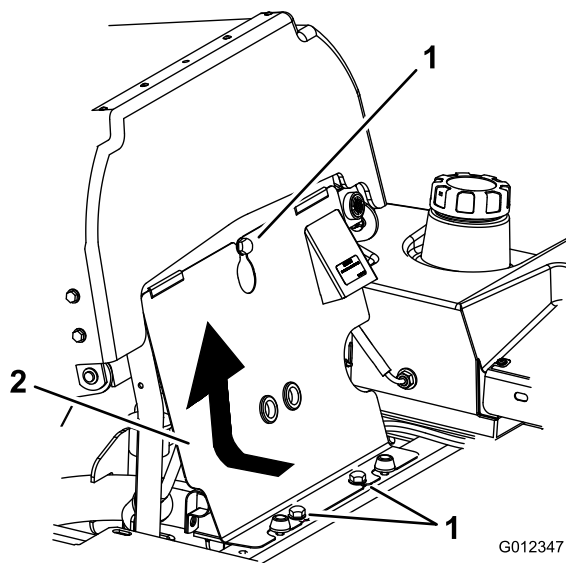

Figura 69
3. Inclinate il sedile in avanti, allentate i bulloni e togliete il pannello anteriore del motore (Figura 69).